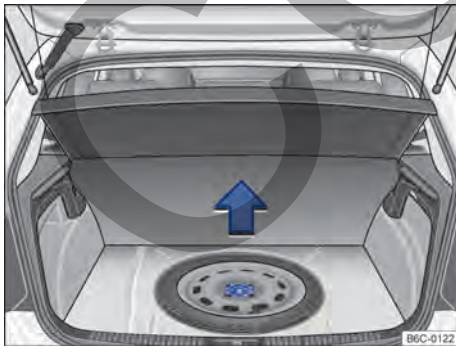

Fig. 118 En el maletero, por debajo del revestimiento del piso: rueda de emergencia y herramientas de a bordo.
Las herramientas de a bordo y la rueda de emergencia están ubicadas en el maletero, debajo de la moqueta → fig. 118.
- Levantar el revestimiento del maletero → fig. 118.